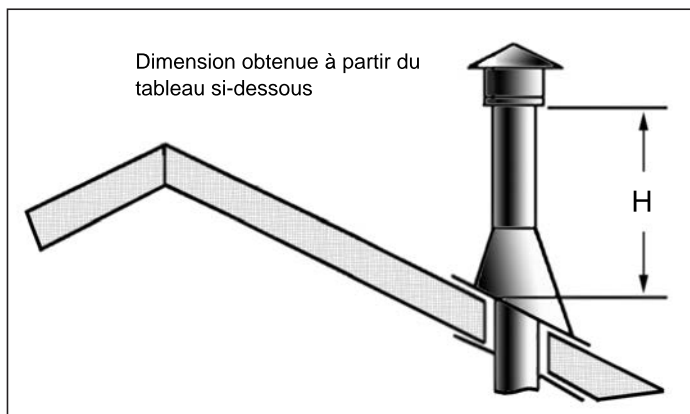

Figure 54: Hauteur de la terminaison verticale ; Se référer au Tableau 7
- Étape 3.** Pour installer la boîte de support ronde / le coupe-feu mural dans un plafond plat, coupez un trou carré de 10 po (25.4 cm) dans le plafond, centrée sur le trou percé dans l'étape 2. Encadrez le trou comme dans la Figure 54.
- Étape 6.** Une fois que les sections de conduit ont été joints et passent par le trou dans le toit, faites passer une sangle de coude par-dessus les sections exposées, pliez les sangles du support vers l'extérieur, et poussez la sangle au niveau du toit, comme démontré dans la Figure 54. Serrez autour de la section de conduit. Utilisez un niveau à bulle pour s'assurer que le conduit est parfaitement vertical. Avec des clous de toiture, fixer les sangles de support au toit. Scellez les trous des clous avec du mastic non-durcissant. Taillez le surplus des sangles de support qui dépassent le solin. .
- Étape 9.** Passez le collet de solin par-dessus le conduit et poussez-le vers le toit comme dans la Figure 54. Utilisez le mastic non-durcissant sur le joint entre le conduit et le solin.